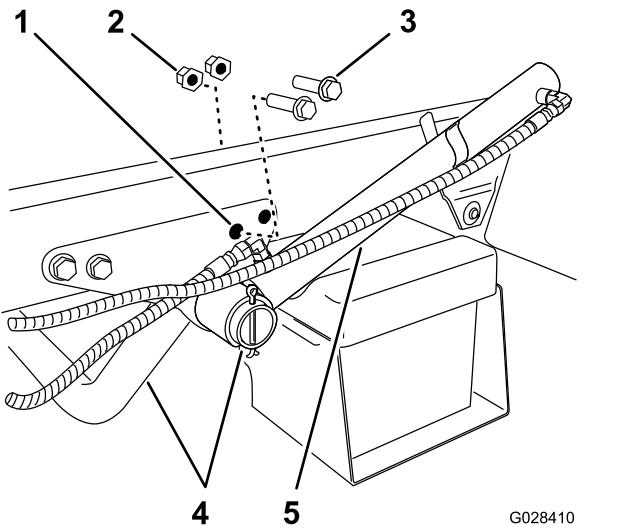

Figura 6
- Rimuovete i 2 bulloni a testa flangiata posteriori e i 2 dadi di bloccaggio flangiati che fissano la staffa di supporto del tubo del motore al telaio della macchina (Figura 6).
2. Ruotate il cilindro di sollevamento per avere spazio libero a sufficienza per installare la staffa di fissaggio per il telaio di supporto del serbatoio (Figura 6).